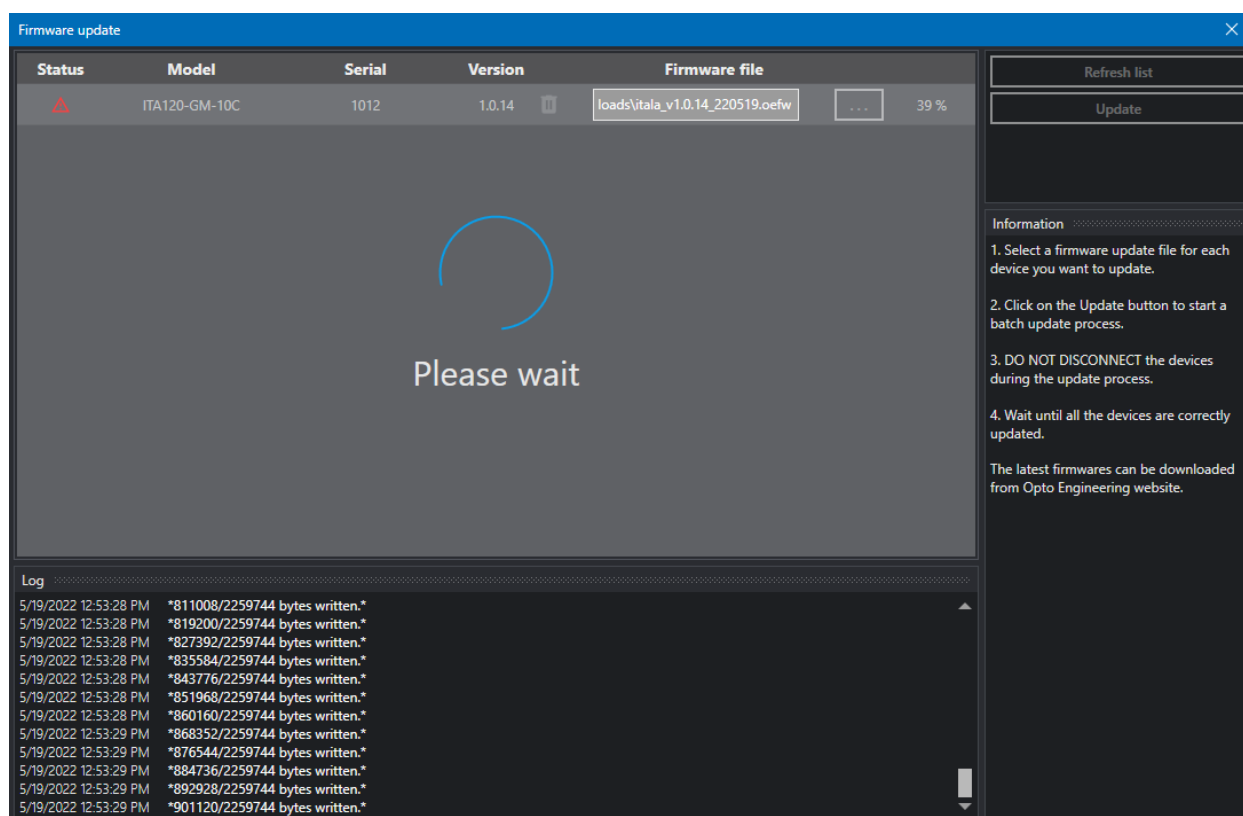

Figure 20: Aggiornamento FW in corso.
3. **Non scollegare o spegnere** i dispositivi durante il processo di aggiornamento (Fig. 20). Il lampeggio del LED segnala che la fotocamera sta scrivendo sulla memoria flash.